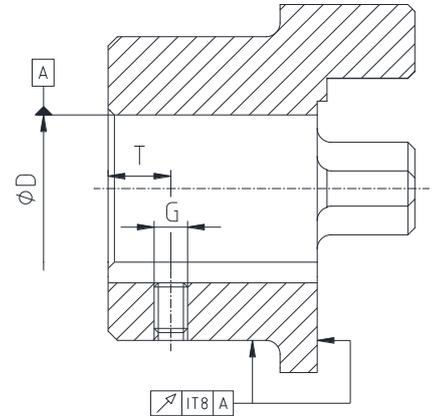

Bild 5: Rund- und Planlaufgenauigkeit
- Bei Herstellung der Nabenbohrung durch den Kunden ist die Rund- bzw. Planlaufgenauigkeit (siehe Bild 5) einzuhalten.
- Sehen Sie einen Gewindestift nach DIN EN ISO 4029 mit Ringschneide oder eine Endscheibe für die axiale Sicherung der Naben vor (siehe Bild 5 sowie Tabelle 4).